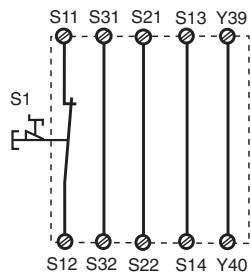
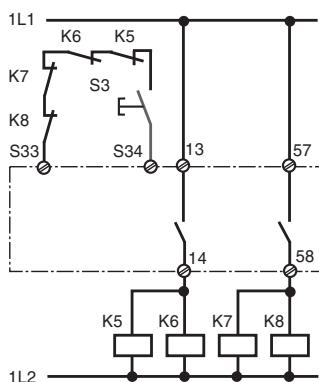

Fig. 2: Eingangskreis einkanalig, automatisch Start/Single-channel input circuit, automatic reset/Commande par 1 canal, validation automatique
Fig. 11: wie Fig. 10 mit überwachtem Start/connection for contactors/relays and monitored reset/comme Fig. 10 avec surveillance du poussoir de validation
In Fig. 2 ... Fig. 11 sind Anschlussbeispiele für Not-Halt-Beschaltung mit automatischem und überwachtem Start, Schutztüransteuerungen sowie Kontaktvervielfachung durch externe Schütze dargestellt.
- Fig. 2 und 7: **keine** Verbindung S33-S34
In Fig. 2 ... Fig. 11 are connection examples for Emergency Stop wiring with automatic and monitored reset. Safety gate controls as well as contact expansion via external contactors.
- Fig. 2 and 7: S33-S34 **not** connected
Les figures 2 à 11 représentent les différents câblages possibles du PNOZ XV3.1P à savoir: poussoir AU avec réarmement automatique ou auto-côntrolé, interrupteurs de position et augmentation du nombre des contacts de sécurité par contacteurs externes.
- Fig. 2 et 7: **pas** de câblage sur S33-S34